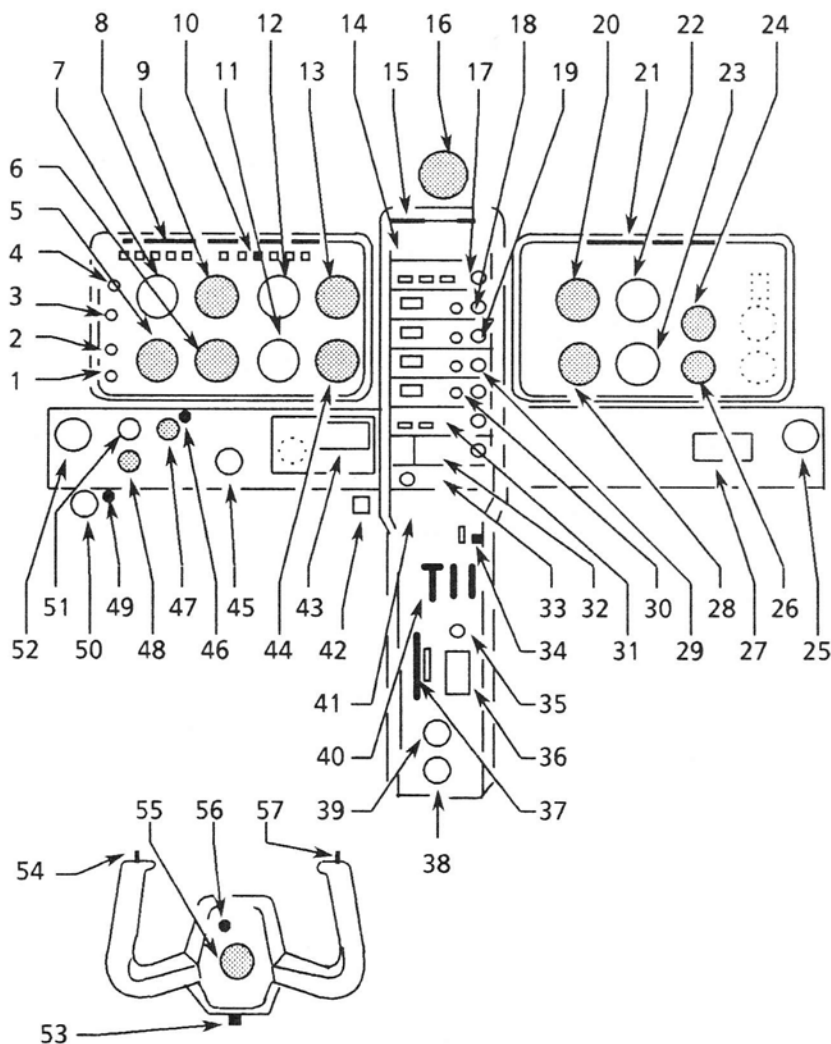

Abb. 9.1.3 - BEISPIEL EINES "IFR"-INSTRUMENTENBRETTS
- Siehe Abbildung 9.1.3.
- Vordere Deckenleuchten werden durch Drehen der Spotlampen betätigt, und durch "Not"-Regelwiderstand geregelt. Siehe Abbildung 9.1.3.